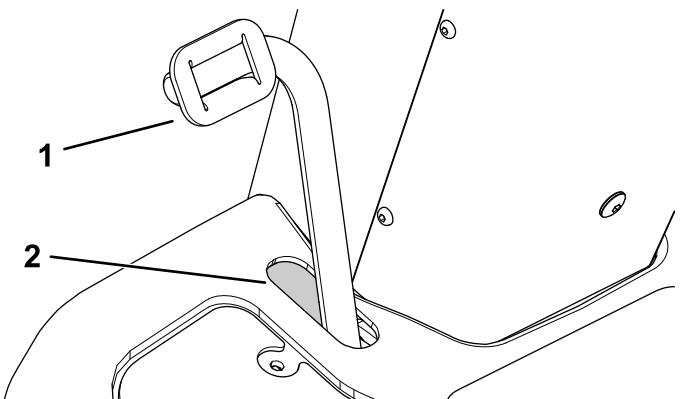

Рисунок 86
1. Нажмите педаль тормоза до упора, чтобы проверить наличие достаточного зазора в зоне передней кромки паза (Рисунок 86).